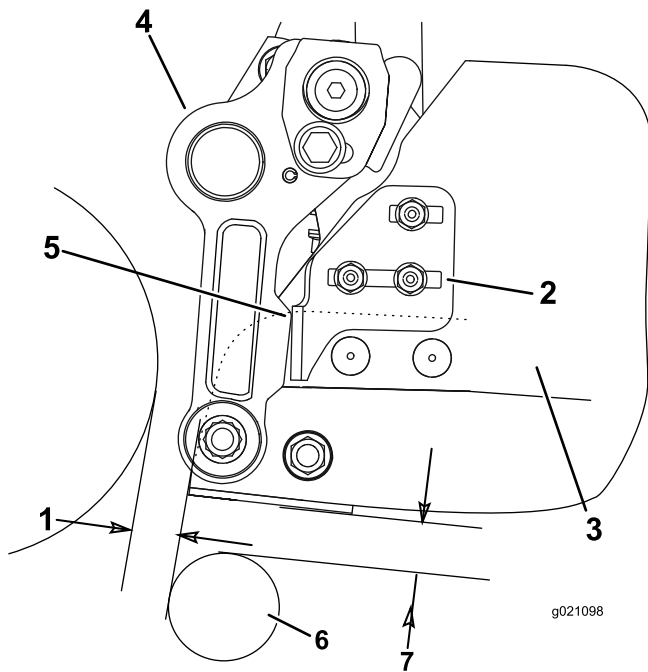

Figura 12
- En cada lado del recogedor, afloje las tuercas de los pernos de cuello cuadrado que fijan los soportes de tope del recogedor al recogedor (Figura 12).
- Coloque el recogedor paralelo a la unidad de corte con un espacio mínimo de 6 mm entre el borde del recogedor y el molinete (Figura 12).